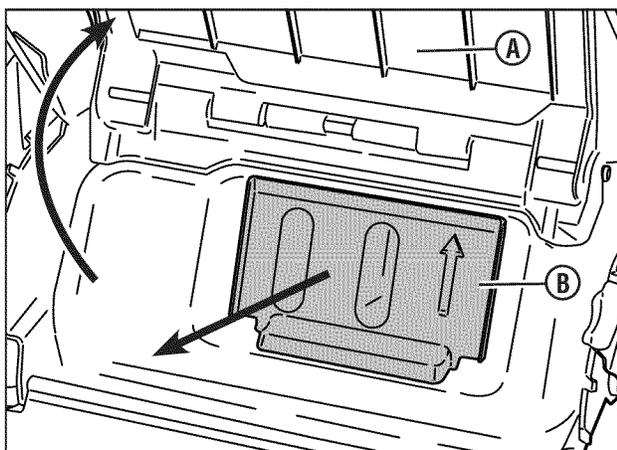

Figura 12: Extracción del tapón de cubrición
1. Levante la puerta de descarga posterior (**A**, **Figura 12**).